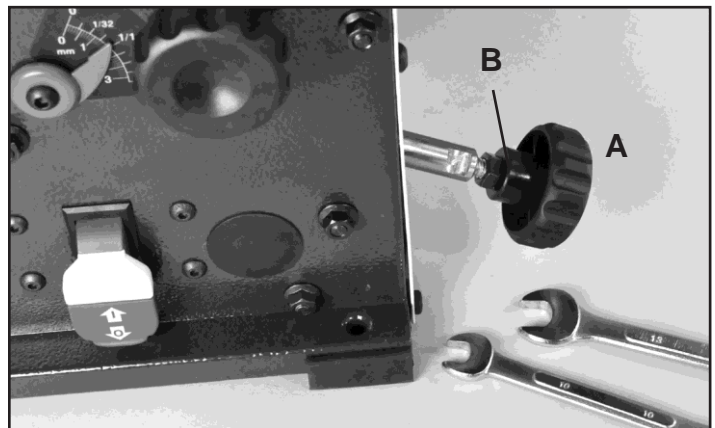

FIG. 10
Fije la perilla de ajuste de la mesa de alimentación (A) a la ensambladora apretando la tuerca hexagonal (B) con una llave de extremo abierto de 10 mm y 13 mm. FIG. 10